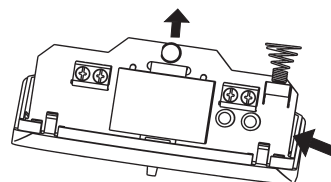

Рисунок 5
8.2 Вставьте отвертку (с плоским шлицом) между платой и боковой стенкой основания, отожмите стенку основания и извлеките плату (рисунок 5).